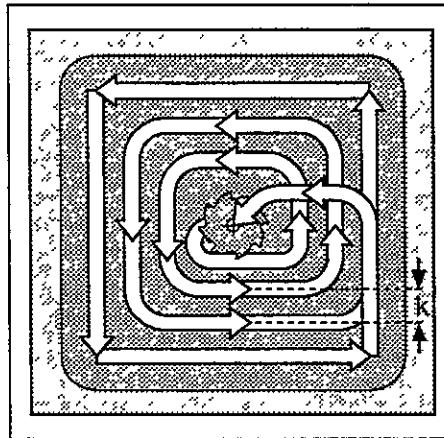

Fig. 8.10 Trajectoire de l'outil lors de l'évidement
- puis il décrit la trajectoire représentée suivant l'avance programmée (cf. fig. 8.10)